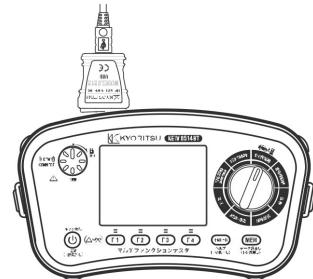

Fig. 16-2
- ①あらかじめPCに“KEW Report2”とMODEL 8212USBのドライバをインストールしておきます。“KEW Report2”とMODEL 8212USBのドライバは、弊社ウェブサイトからダウンロードできます。
- ②本製品の端子から測定コードを抜きます。
- ③MODEL 8212USBのプラグをパソコンのUSB端子に差し込みます。
- ④Fig. 16-2の様に本製品にMODEL 8212USBを差し込みます。
- ⑤本製品の電源を入れます。このとき、どのファンクションを選択していてもかまいません。
- ⑥あらかじめパソコンにインストールしておいた“KEW Report2”を立ち上げて、“Download”コマンドをクリックします。